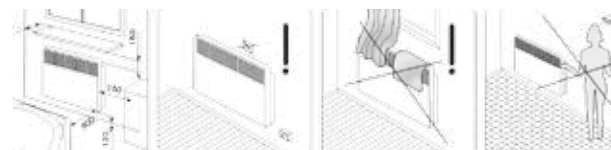

Рис.3
3. В соответствии с рис. 3 и 4 определите место установки конвектора